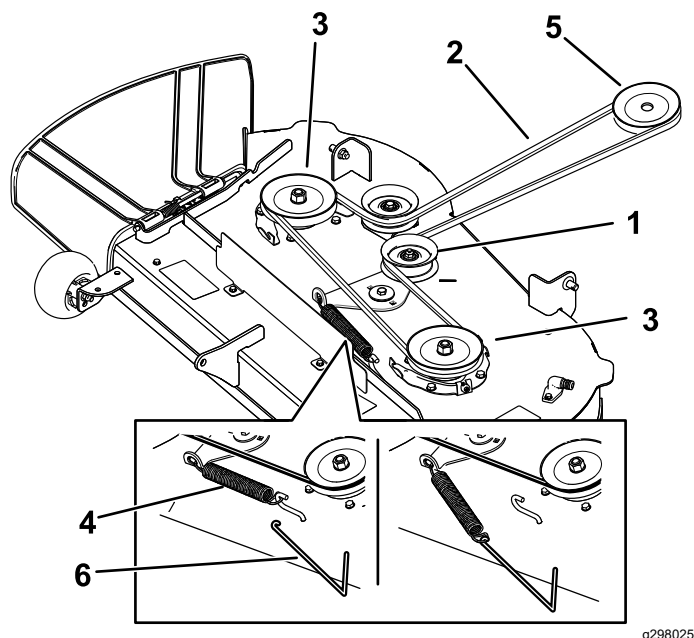
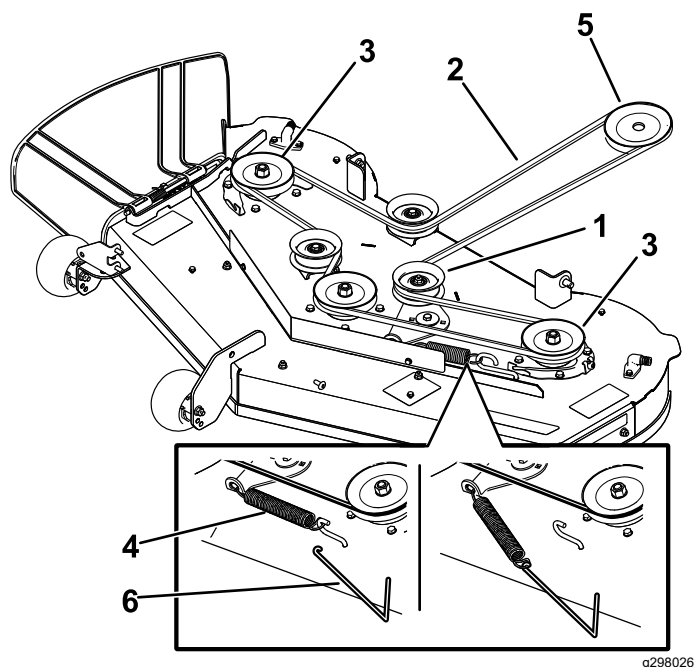

Figure 57
Figure 58
7. À l'aide d'un outil de dépose de ressort (réf. Toro 92-5771), décrochez le ressort du crochet sur le plateau pour détendre la poulie de tension et déchaussez la courroie des poulies (Figure 57 ou Figure 58).
8. Acheminez la courroie neuve autour de la poulie du moteur et des poulies du tablier de coupe (Figure 57 ou Figure 58).
9. À l'aide d'un outil de dépose de ressort (réf. Toro 92-5771), accrochez le ressort au crochet sur le plateau pour tendre la poulie de tension et la courroie du plateau de coupe (Figure 57 ou Figure 58).